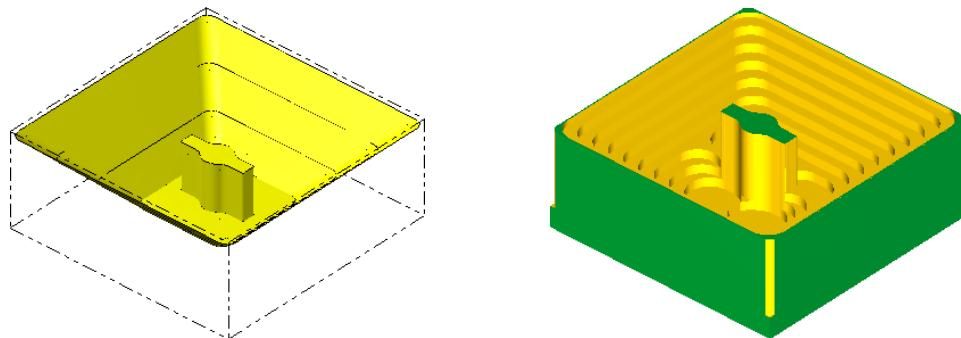

图10-51 残料加工曲面和等高外形粗加工后的实体
① 打开光盘中的“第10章\原始图形\10.1.6 残料粗加工实例.MCX-7”文件。图10-51所示为残料加工曲面和等高外形粗加工后的实体。